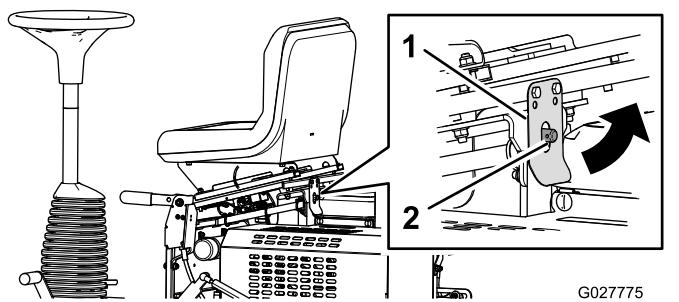

Figura 20
2. Tire hacia atrás del enganche del asiento e incline el asiento hacia adelante (Figura 20).